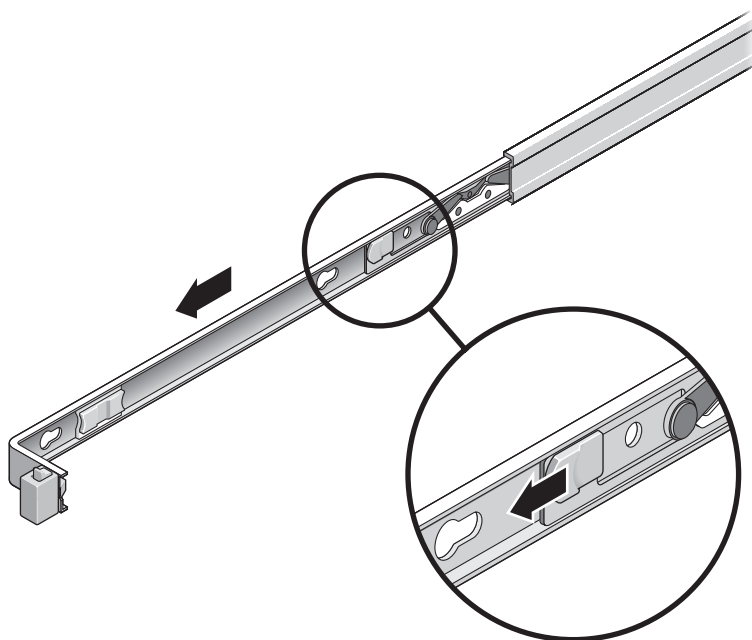

FIGURA 2-2 Posizione del pulsante di rilascio della staffa di montaggio
- c. Far scorrere il pulsante di rilascio della staffa di montaggio nella direzione indicata nella FIGURA 2-2, quindi estrarre la staffa di montaggio dalla guida.